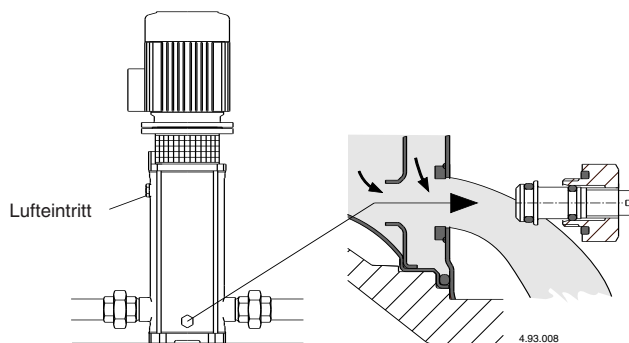

Abb. 4 Entleerung
**Wird die Pumpe nicht eingesetzt, so muß sie bei Frostgefahr vollständig entleert werden, (Abb. 4).**
Vor der Demontage die Absperrorgane in der Zulauf- bzw. Saug- und der Druckleitung schließen und das Pumpengehäuse entleeren (**Abb. 4**).